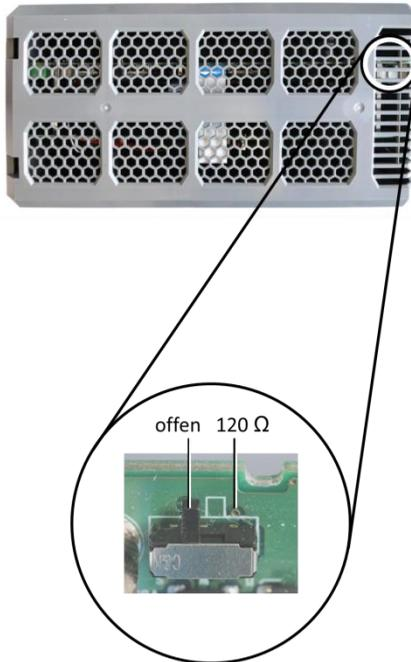

Abbildung 28: Abschlusswiderstand einstellen
- Stellen Sie den Abschlusswiderstand auf „offen“, (siehe Abbildung 28).